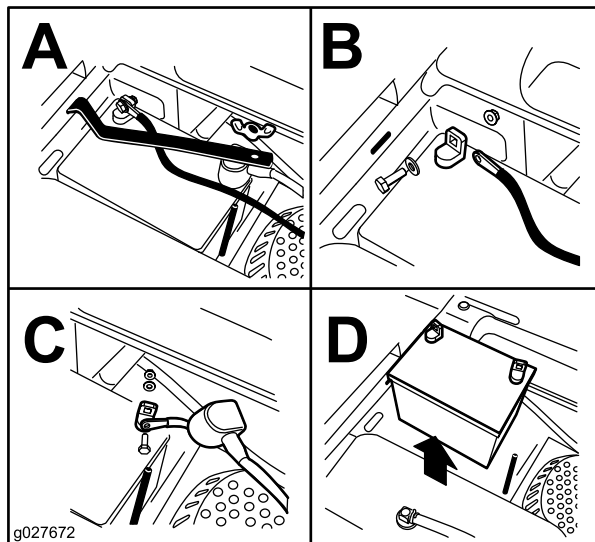

Bild 53
3. Nehmen Sie die Flügelmutter ab, mit denen die Batterieklamme befestigt ist (Bild 53).
4. Nehmen Sie die Klemme ab (Bild 53).
5. Klemmen Sie zunächst das Minuskabel (schwarz) vom Minuspol (-) (schwarz) der Batterie ab (Bild 53).
6. Schieben Sie die rote Polkappe vom Pluspol (rot) der Batterie ab, und klemmen Sie das Pluskabel (+) (rot) ab (Bild 53).
1. Setzen Sie die Batterie so in das Fach, dass die Klemmen auf der anderen Seite des Kraftstofftanks sind (Bild 53).
4. Befestigen Sie die Kabel mit zwei Schrauben, zwei Scheiben und zwei Sicherungsmuttern (Bild 53).
6. Setzen Sie die Klemme auf und befestigen Sie sie mit der Flügelmutter (Bild 53).